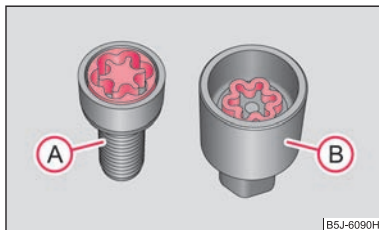

Abb. 152 Sicherheitsradschraube mit Adapter
- Stecken Sie den Adapter (B) mit seiner verzahnten Seite bis zum Anschlag so in die innere Verzahnung der Sicherheitsradschraube (A), dass nur noch der äußere Sechskant herausragt ⇒ Abb. 152.
- Stecken Sie den Radschlüssel bis zum Anschlag auf den Adapter (B).